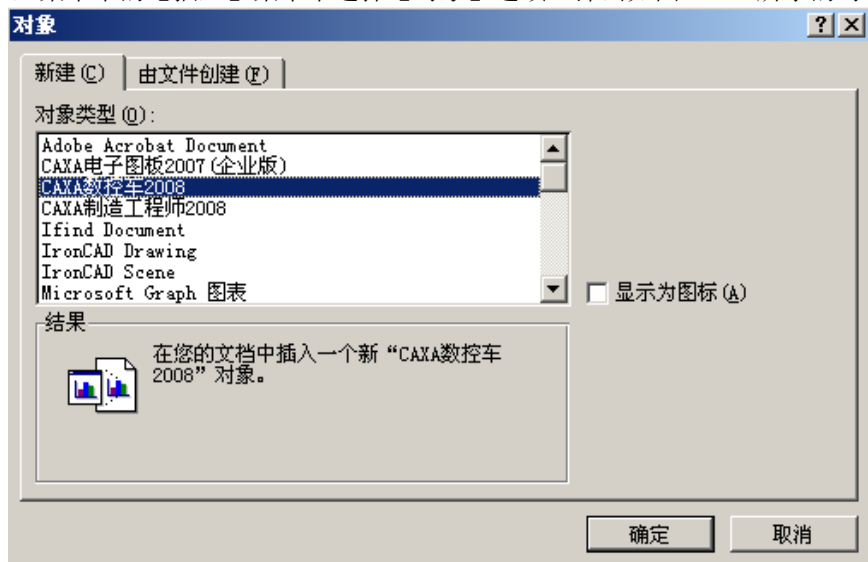

图 16-26 插入图形
2. 在主菜单中的【插入】菜单中选择【对象】选项，弹出如图 16-26 所示的对话框。